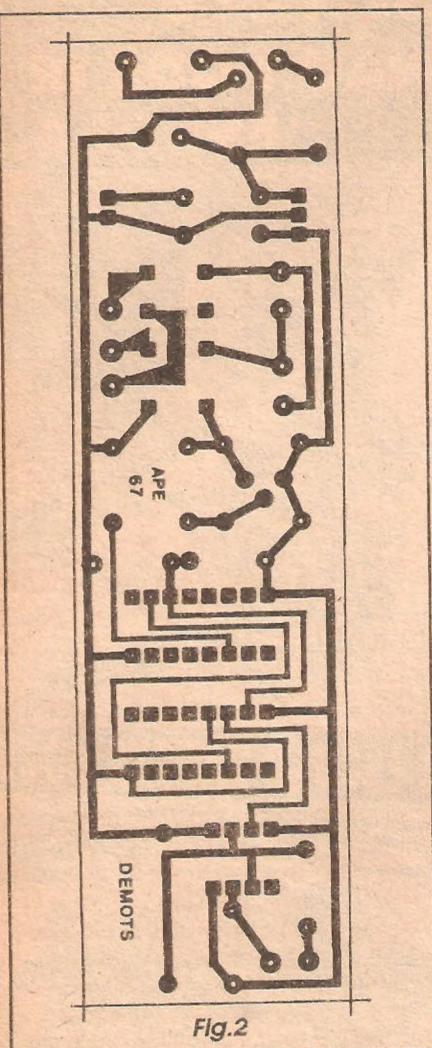

Fig.2
- FIG. 2 - LAY OUT DO CIRCUITO IMPRESSO ESPECFICO -